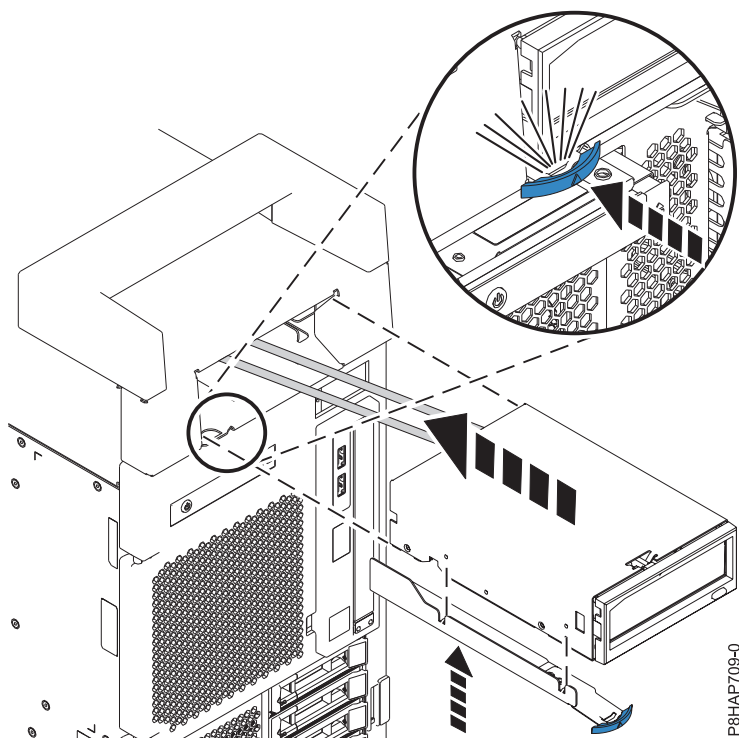

Figura 64. Instal·lació de l'estació d'acoblament RDX interna
4. Feu lliscar el dispositiu dins del sistema i empenyeu el pestell en la direcció que es mostra fins que quedi bloquejat al seu lloc. Consulteu Figura 64.